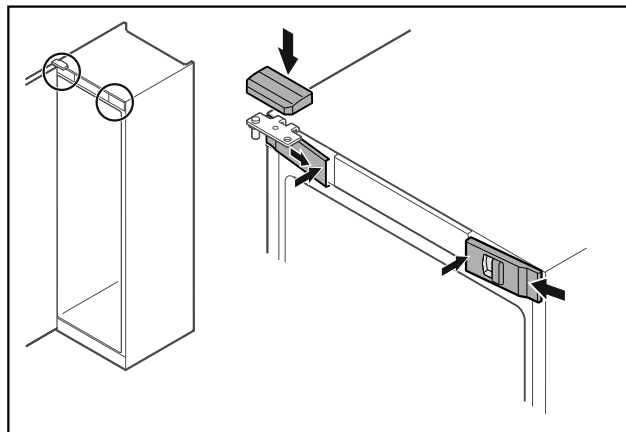

Fig. 47
- Bočno zakvačite prednje poklopce Fig. 47 (1) i uglavite ih iznutra.
- Uglavite gornji poklopac Fig. 47 (2) odozgo.